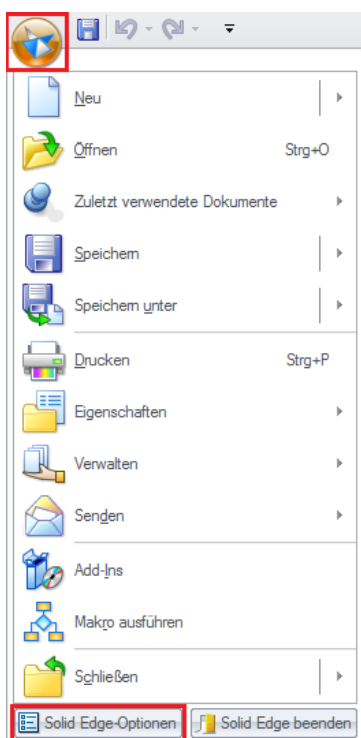
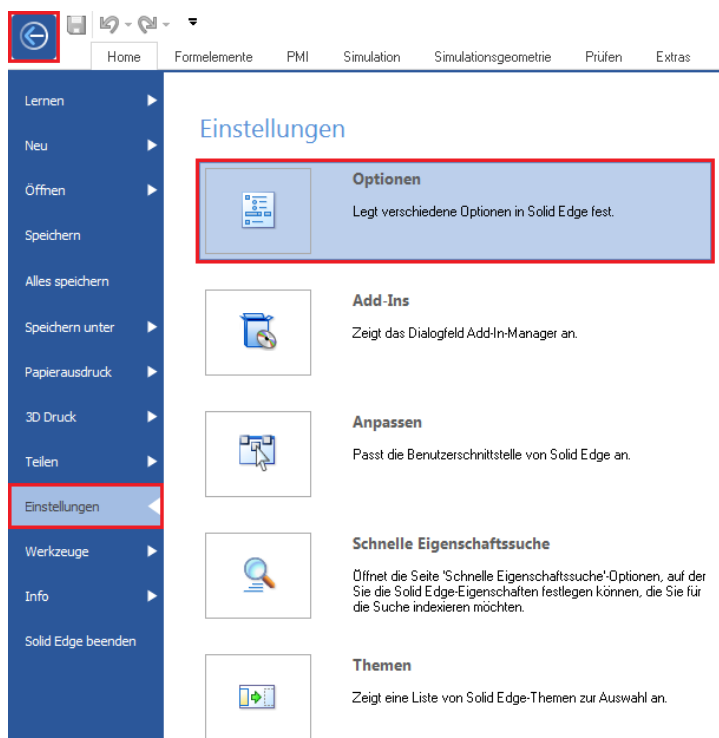

Abbildung 26
Abbildung 27
- 6.3. Öffnen Sie über die Anwendungsschaltfläche die *Solid Edge-Optionen* (bei Version ST8 und früher: *Abb. 26*, bei Solid Edge ST9: *Abb. 27*).